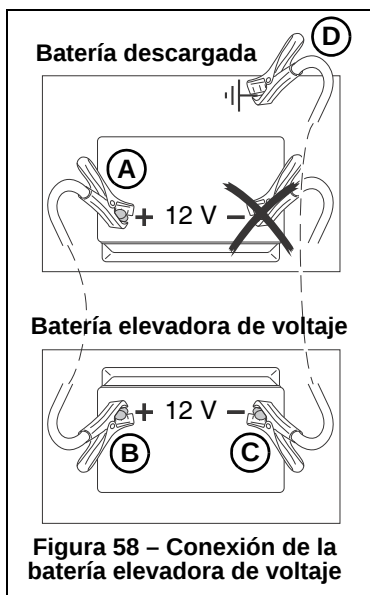

Figura 58 – Conexión de la batería elevadora de voltaje
3. Coloque los cables de arranque en puente de forma que no puedan quedar atrapados en ningún componente u objeto en movimiento y conecte el cable positivo de arranque en puente al terminal positivo (+) (A, Figura 58) de la batería descargada.